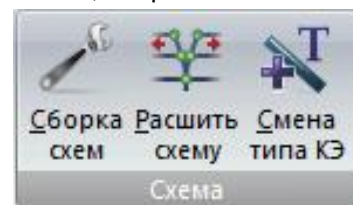

Рис. 48. Панель **Схема**
- **Схема** (рис.48) – операции по расширенному редактированию схемы.
Панель **Схема** (рис.48) содержит следующие команды: